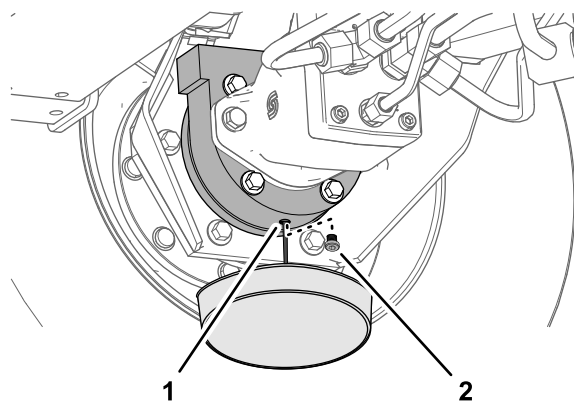

Рисунок 107
6. Подставьте сливной поддон под корпус тормоза, снимите пробку сливного отверстия и дайте маслу полностью стечь (Рисунок 107).